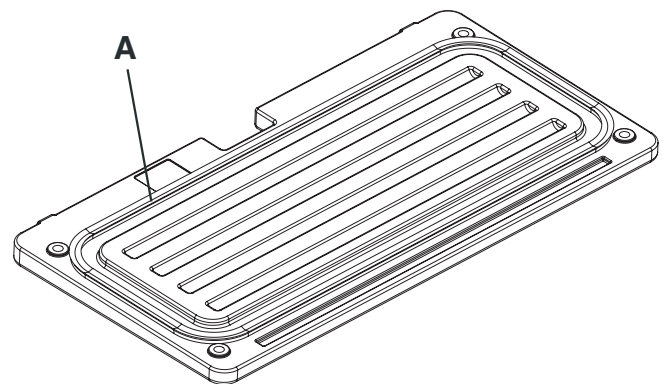

Figure 10
12. Nettoyer la bague en caoutchouc (A, Fig. 10) du couvercle (32) et contrôler qu'elle est intacte et efficace ; en cas contraire, la remplacer.